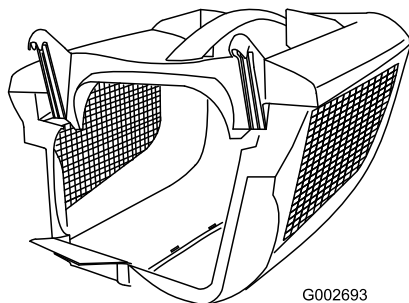

**Figur 8**
2. Skyv den andre siden inn i hektene i oversiden og fest bakdelene på de to sidestykkene sammen (Figur 8).